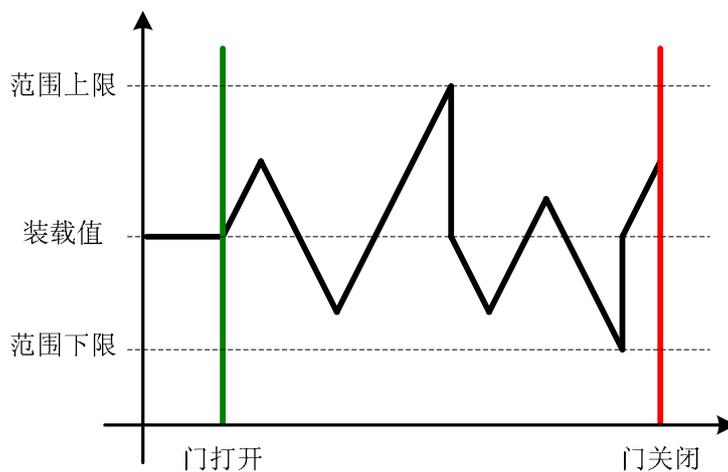

图 3 周期计数
(1) 在 SIMATIC Manager 中新建一个项目，名称为 FM350-1。如图 3 所示：